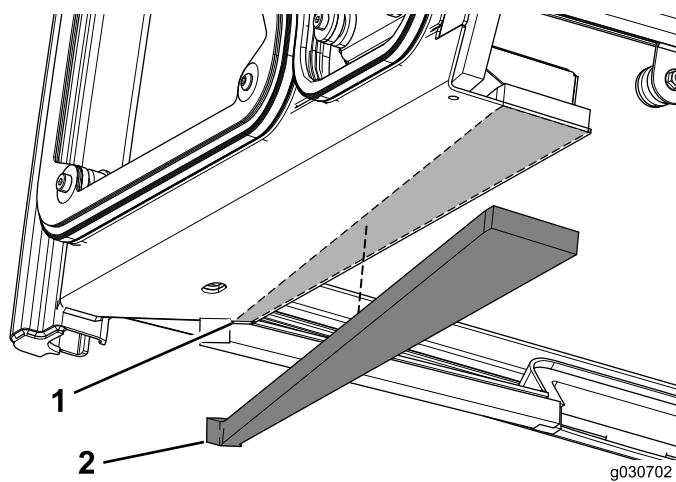

Figura 12
1. Aplique o vedante de esponja esquerdo a aproximadamente 3 mm da extremidade da secção frontal esquerda da unidade da cabina (Figura 12).